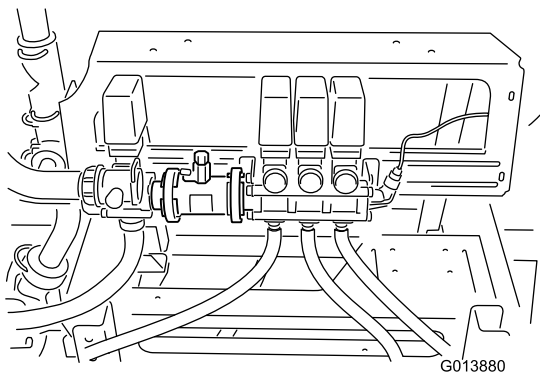

Figure 7
- F. Positionnez avec précaution le bloc de vannes de rampes de niveau avec le corps du débitmètre (Figure 7).